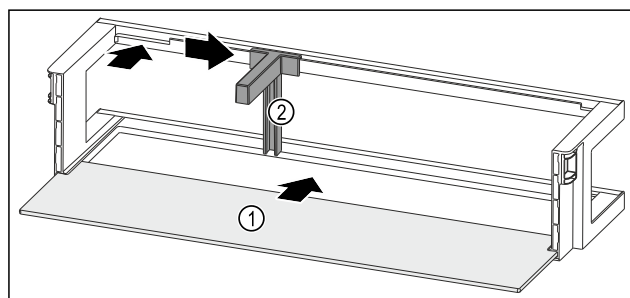

Fig. 206 Półka w drzwiach z półką
- ▶ Wsunąć półkę Fig. 206 (1) w boczne wycięcia.
- ▶ Włożyć uchwyt butelek Fig. 206 (2) do zagłębienia.
- ▶ Przesunąć uchwyt butelek Fig. 206 (2) na wybraną pozycję na bok.